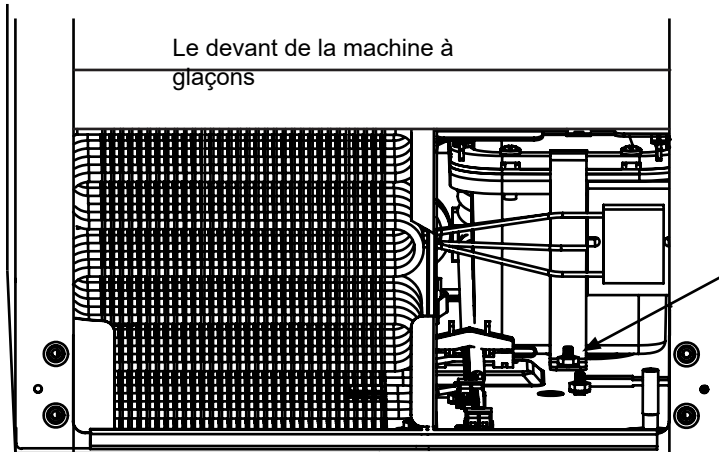

Figure 47
3. Ôtez les supports avant et arrière de la pompe de drainage (Voyez les Figures 47, 47a et).